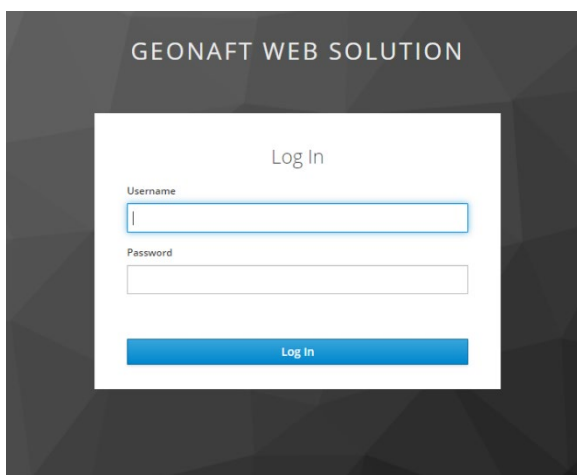

Рисунок 1 Окно с формой авторизации
2. Дождаться переадресации на страницу авторизации (Рисунок 1). Ввести в соответствующие поля логин и пароль. В случае, если пользователь ранее был уже авторизован, и информация об этом сохранена в кэше браузера, то данный шаг будет пропущен.